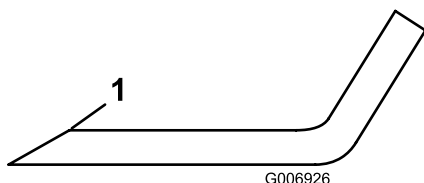

図 75
4. 全部のブレードの刃先を丁寧に点検する。刃先に摩耗や欠けがある場合には研磨するが、研磨は刃先の上面だけに行い、刃の元々の角度を変えないように十分注意する **図 75**。